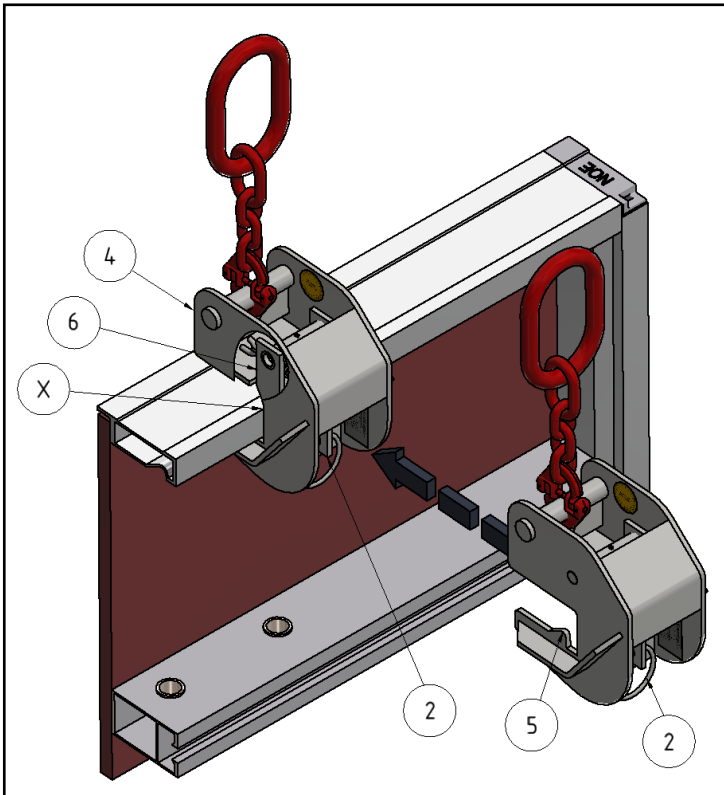

Abbildung 5 : Anbringen Alu-L-Kranbügel
Den Alu-L-Kranbügel gemäß Abbildung 5 über das Alu-L Profil schieben bis er am Profil satt anliegt (siehe X). Dabei greift der Sicherungshaken (5) automatisch ins Profil und die Sicherungsfalle (6) rastet ein.
Der Betätigungshebel (2) muss wieder in der Ausgangsposition Abbildung 5 am Alu-L-Kranbügel (4) richtig anliegen.
Abbildung 5 oder ein Aufsetzen des Alu-L-Kranbügels auf einem